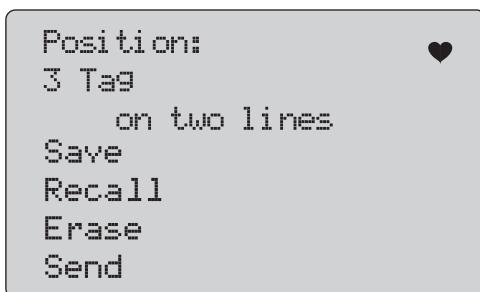

Рисунок 47. Журнал конфигурации, отображающий место хранения
- Нажмите кнопку  для перехода к меню **Log Select** (Выбор журнала). Если положение хранения выбрано, отображается меню, показанное на Рисунок 47.